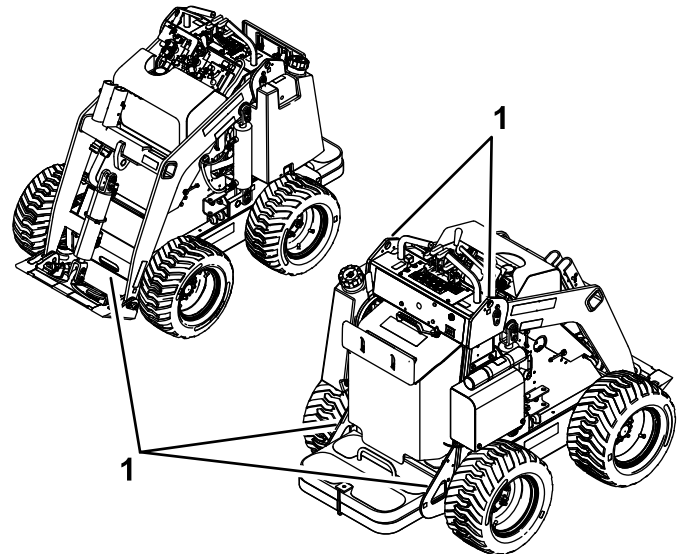

Figura 18
8. Utilice los puntos de amarre metálicos de la máquina para sujetar la máquina firmemente al remolque o al camión con correas, cadenas, cables o cuerdas (Figura 18). Consulte la normativa local respecto a los requisitos de amarre.
Puede izar la máquina usando los puntos de amarre/izado; consulte Figura 18.